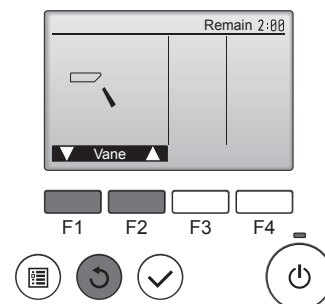

Fig. 8-4
- 2 Druk op de toets [SELECTEREN] om het scherm voor waaijerinstelling (Vane) weer te geven en druk op de functietoetsen [F1] en [F2] om de automatische waaijerinstelling te controleren. (Fig. 8-4)